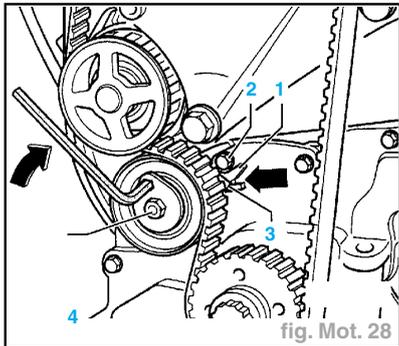

fig. Mot. 28
- Poser le galet tendeur et bien serrer manuellement l'écrou de fixation (4). La vis de fixation (2) doit prendre dans la découpe de la plaque de base (1) (fig. Mot. 28).